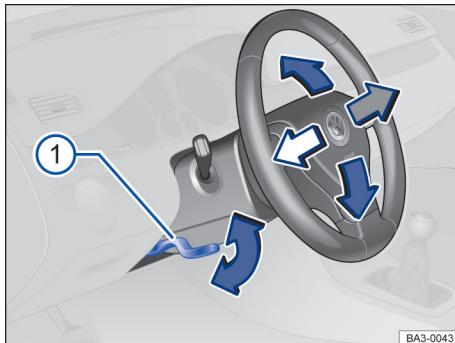

Fig. 64 Embaixo e a esquerda do volante junto com o revestimento da coluna de direção: alavanca de ajuste da posição do volante.
- Empurrar a alavanca para baixo segurando-a pelo seu manípulo → **Fig. 64 ①**.